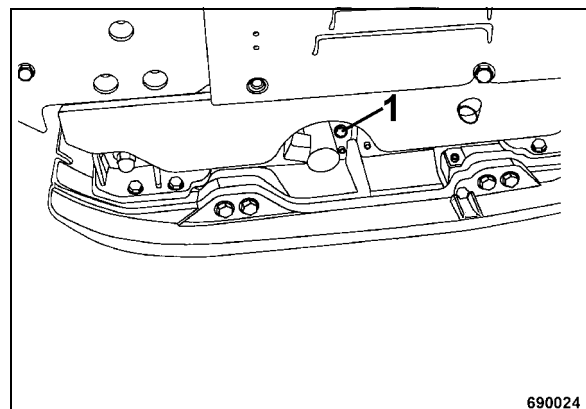

рис. 57
- Вывинтить вентиляционную пробку (рис. 57).